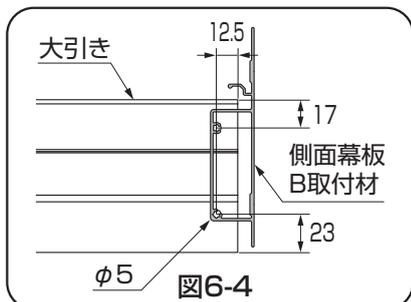

図6-4
- 大引き切断の場合は、図6-4を参照して下孔をあけてください。